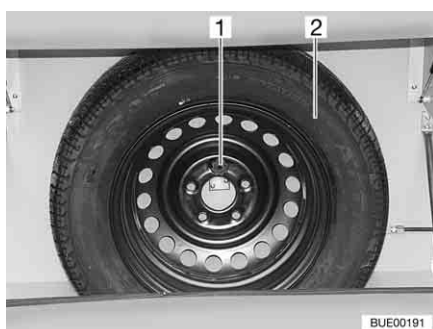

Fig. 227 Supporto per la ruota di scorta
Il supporto per la ruota di scorta è fissato nel vano portabombole. La ruota di scorta (Fig. 227,2) è disponibile con sovrapprezzo.
- Svitare il bullone (Fig. 227,1).
- Prelevare la ruota di scorta (Fig. 227,2).